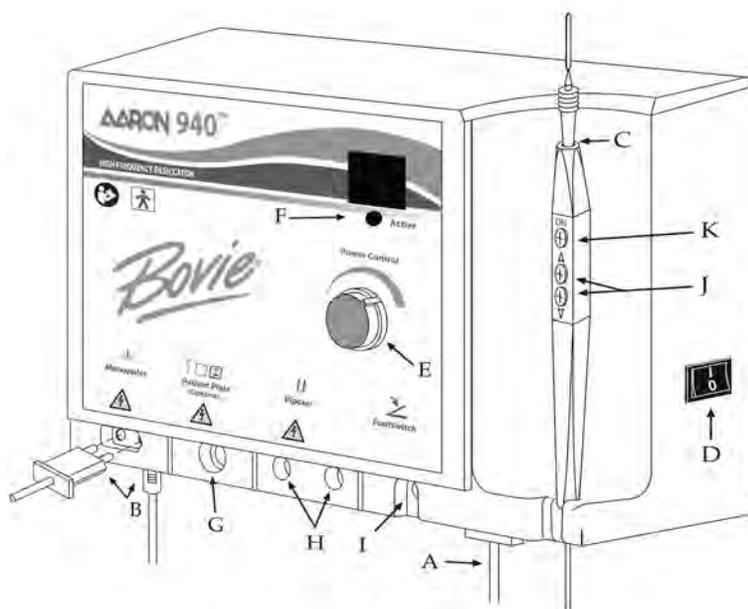

Figura 2
2. Enchufe el extremo hembra del cable de alimentación a la base de la unidad (consulte la figura 2, letra A).
4. Enchufe la pieza manual en la salida monopolar que se encuentra en la parte inferior izquierda de la parte delantera de la unidad (consulte la figura 2, letra B). El enchufe está diseñado para acoplarse en una sola dirección. Enchufe el conector redondo más pequeño de la pieza manual a la toma que se encuentra en la parte inferior de la unidad (consulte la figura 2, letra B). La pieza manual de tres botones está diseñada para brindar al médico un control manual completo de los ajustes de salida de potencia.
5. Deslice el electrodo estándar en la pieza manual hasta que quede perfectamente asentado (consulte la figura 2, letra C). La pieza manual admitirá el uso de la mayoría de electrodos estándar de $\frac{3}{32}$ ".
7. Desconecte la alimentación de la unidad con ayuda del interruptor que se encuentra en el panel derecho de la unidad (consulte la figura 2, letra D).
8. Ajuste la potencia de salida mediante el mando que se encuentra en la parte frontal de la unidad (consulte la figura 2, letra E) o, solo en la unidad Aaron 940™, mediante los botones arriba y abajo de la pieza manual (consulte la figura 2, letra J). Al realizar el ajuste del nivel de potencia mediante la pieza manual, sonará un tono audible para indicar que se ha modificado el nivel de potencia. Si mantiene pulsador los botones arriba o abajo, el ajuste de potencia cambiará más rápidamente, lo que facilitará el ajuste de los valores de salida. La potencia de salida se muestra con incrementos de 0,1 vatios, por debajo de 10 vatios, y en números enteros desde 1 hasta 40 vatios.
9. Para activar la unidad, retire la pieza manual del soporte. Coloque la pieza manual en la posición deseada y pulse el botón de activación (consulte la figura 2, letra K). Cuando la unidad esté activada, sonará un tono audible y se iluminará la luz azul de activación (consulte la figura 2, letra F).
10. Para utilizar la placa opcional de conexión a tierra con cable (A802EU), introduzca el enchufe del cable en la toma de la placa de conexión a tierra (consulte la figura 2, letra G) y conecte el otro extremo a la placa de conexión a tierra. La placa debe situarse debajo del paciente en un punto en el que toda la placa que
11. Para utilizar el cable bipolar opcional (A827BP), inserte los enchufes en las tomas bipolares (consulte la figura 2, letra H). De esta forma, el cable quedará enchufado en el fórceps. Una pieza deslizante que se encuentra debajo de las tomas bipolares evita que el usuario utilice ambos simultáneamente.
12. El pedal opcional se enchufa (A803) a la toma para pedal y se coloca en el suelo (consulte la figura 2, letra I). El pedal se puede utilizar en procedimientos monopolares y debe utilizarse obligatoriamente en los procedimientos bipolares.